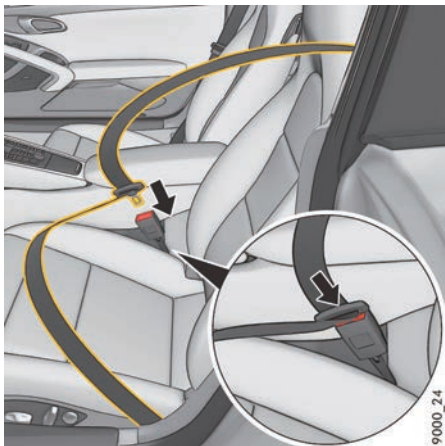

图 4: 系好安全带
4. 将安全带锁扣插入座椅内侧相应的安全带扣中，直到听到其牢固锁定到位的咔嚓声（图 4）。